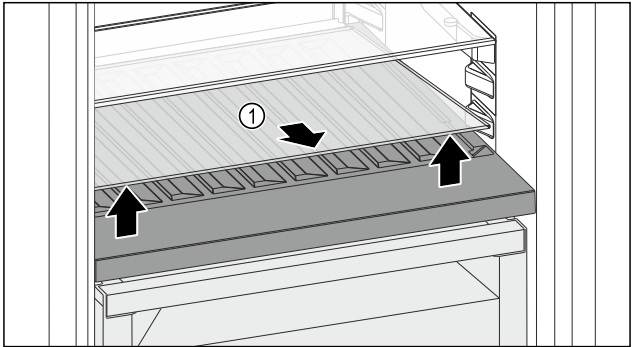

Fig. 124
- ▶ 抬起前部槽上的玻璃隔板 Fig. 124 (1) 并取出。
- ▶ 将玻璃隔板 Fig. 124 (1) 稳妥地放在冰箱外。